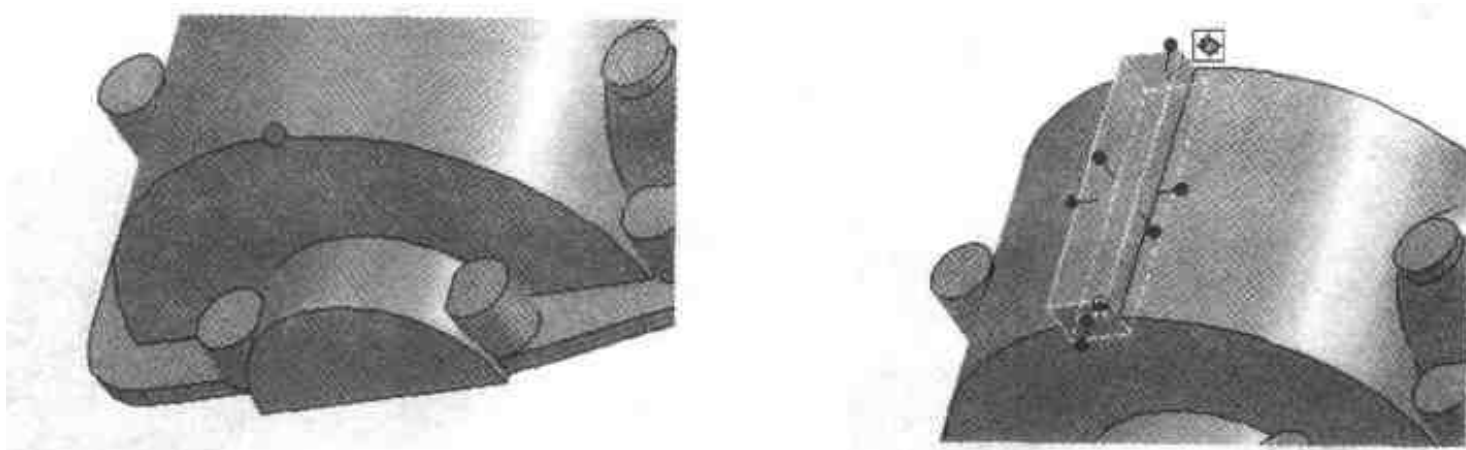

图 2.24 添加图素
- (1) 从【图素】设计元素库中向如图 2.24 所示的圆弧轮廓中点处拖入一个【长方体】智能图素。
- (2) 拖动前后两侧的智能图素手柄, 使它与直径较大的圆柱体表面平齐, 结果如图 2.24 所示。